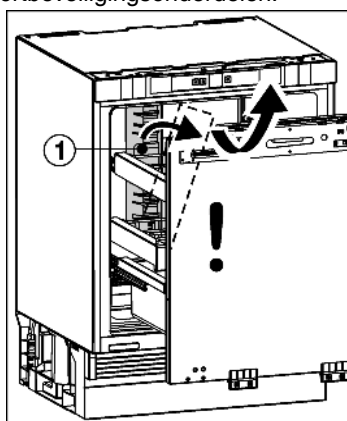

Fig. 3
- ▶ Het transportbeveiligingsonderdeel Fig. 3 (1) naar de zijkant zwenken en naar voren uitnemen.